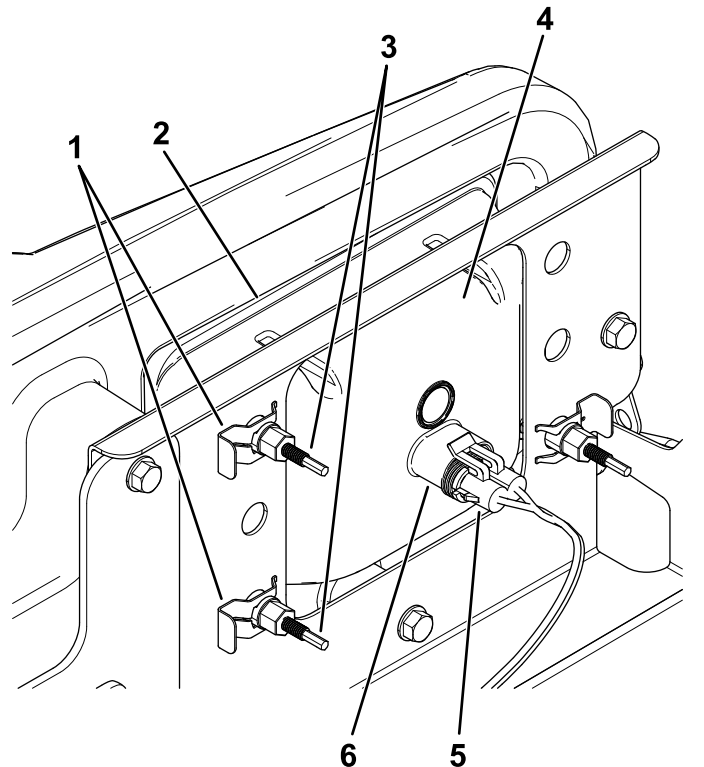

図 47
3. ランプアセンブリのコネクタから、ハーネス用のコネクタを外す 図 47。
4. ヘッドライトをヘッドライトブラケットに固定しているスピードクリップを外す 図 47。
5. ヘッドライトアセンブリ全体を前に押出して、前バンパーから外す 図 47。
6. 取り付け穴に新しいヘッドライトを取り付ける 図 47。
8. ハーネス用のコネクタを、新しいランプアセンブリのコネクタに接続する 図 47。
5. ヘッドライトアセンブリの裏側部分にある調整ねじ **図 47**を回してヘッドライトアセンブリの角度を変えてビームの方向を調整する。